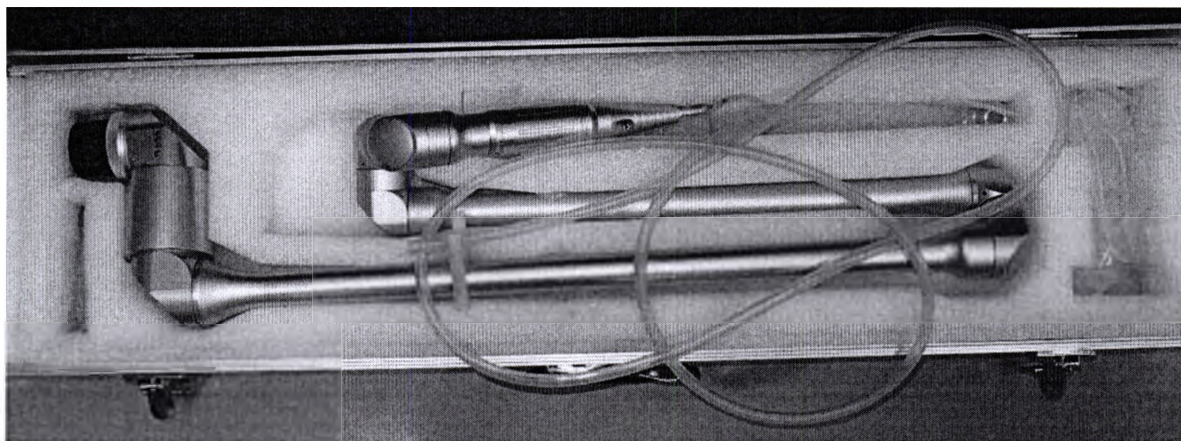

Рис. 12.14 - Внешний вид манипулятора 12 (Тип А)
12.6.1. Манипулятор 12 (Тип А) представляет собой зеркальную систему вывода излучения импульсного лазера с входной апертурой 18 мм. Внешний вид манипулятора 12 представлен на рис.12.14.